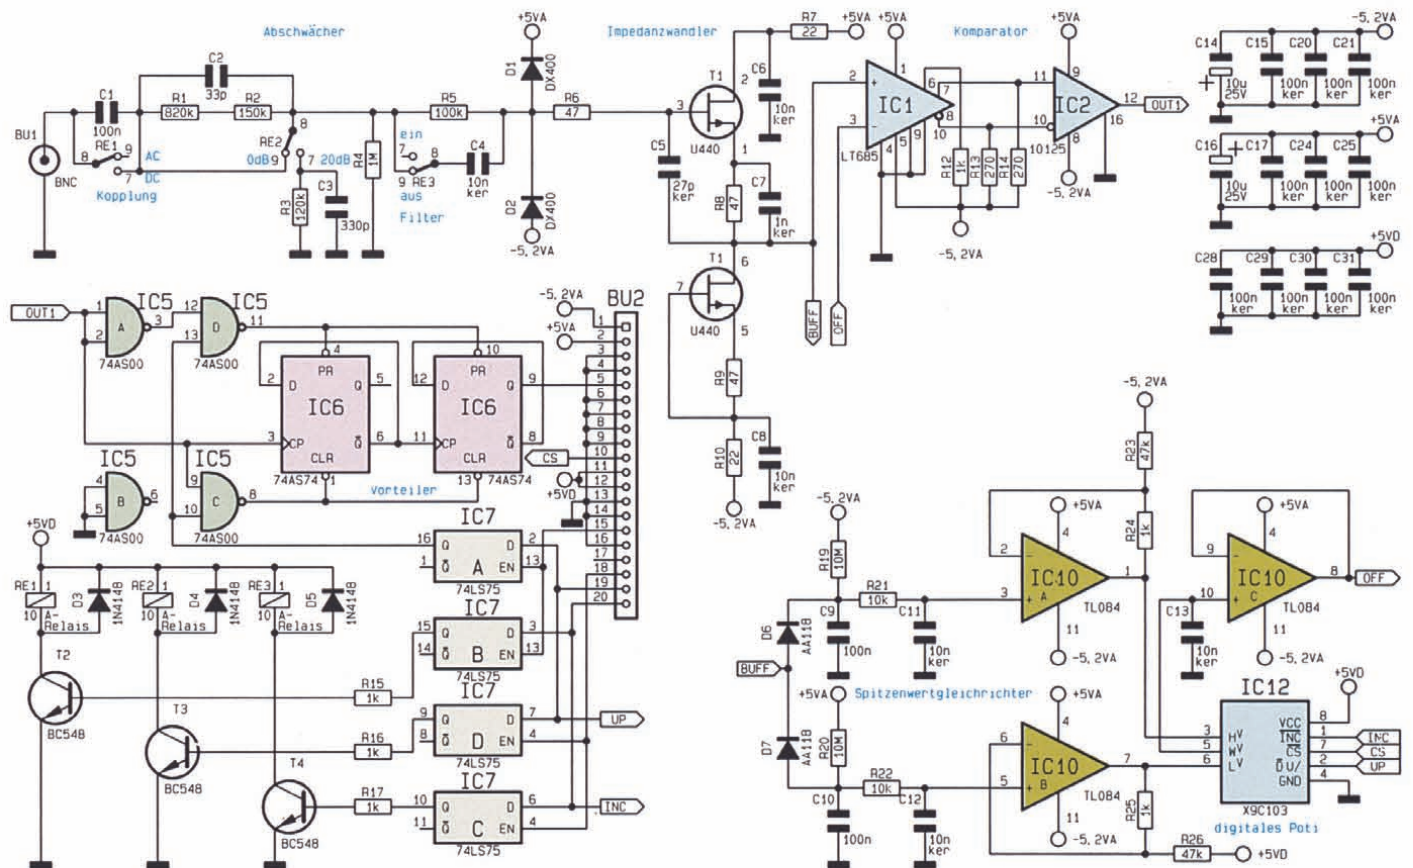

Bild 12: Schaltbild des 100MHz-Eingangsverstärkers
100MHz-Eingangsverstärker (Abbildung 12)
- Abbildung 12: 100MHz-Eingangsverstärker